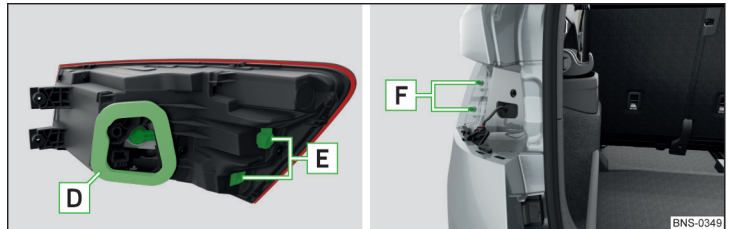

Abb. 376 Leuchte einbauen
- › Die Leuchte mit den Öffnungen **E** auf die Bolzen **F** » Abb. 376 in der Karosserie stecken und die Leuchte vorsichtig eindrücken » **!**
- Darauf achten, dass bei erneutem Einbau der Leuchte der Leitungsstrang zwischen der Karosserie und der Leuchte nicht eingeklemmt und die Dichtung **D** » Abb. 376 richtig eingesetzt wird - anderenfalls besteht die Gefahr von Wassereintritt und von Beschädigung der Elektroinstallation.